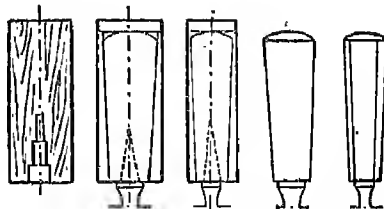

Fig. 13. — Fabrication d'un manche de ciseau ou de bédane. Expliquez les différentes phases du travail.
Le manche, en bois dur, est taillé à pans et arrondi au sommet, sur lequel le menuisier frappe à coups de maillet en bois. On le perce de trous de diamètres dégressifs (fig. 13), afin de pouvoir l'enfoncer à force sur la soie, sans qu'il se fende ; il vient ainsi s'appliquer sur l'embase qui l'empêche de s'enfoncer davantage.
4. Confectionner un **mancho de ciseau** dans un bloc carré de bois dur (charme) (fig. 13). Percer une série de trous de diamètres décroissants; enfoncer à force la soie de l'outil, tracer l'axe de l'outil, et la forme sur chaque face du bloc; exécuter (*scie, rabot et râpe*).